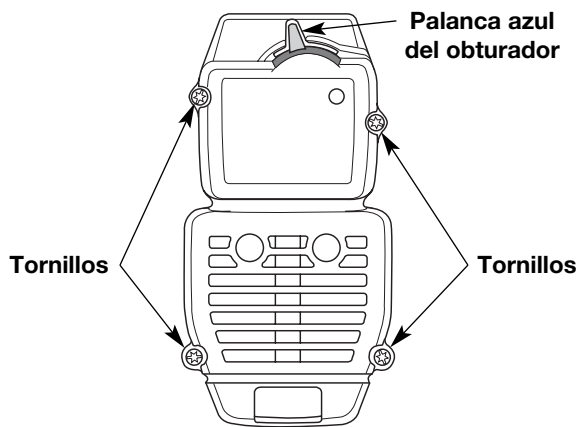

Fig. 24
2. Inserte los cuatro (4) tornillos en los orificios de la cubierta del silenciador / filtro de aire (Fig. 24) y ajústelos. No los ajuste demasiado.
2. Saque los cuatro (4) tornillos que sostienen la cubierta del silenciador / filtro de aire (Fig. 24). Use un destornillador de vástago plano o de broca Torx N° T20.